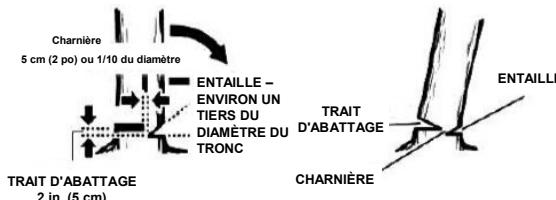

FIG. 27
**AVERTISSEMENT :** ne coupez jamais le trait d'abattage jusqu'à l'entaille de direction. La charnière contrôle la chute de l'arbre, il s'agit d'une section de bois entre l'entaille et le trait d'abattage. (Fig. 27)